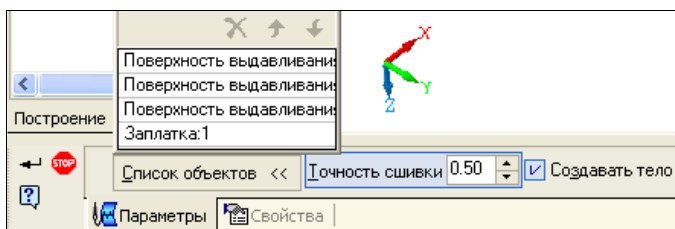

Рис. 24.18. Панель свойств: **Сшивка поверхностей**
- ◆ нажмите кнопку **Сшивка поверхностей**. На появившейся Панели свойств: **Сшивка поверхностей** на вкладке **Параметры** (рис. 24.18) необходимо задать: